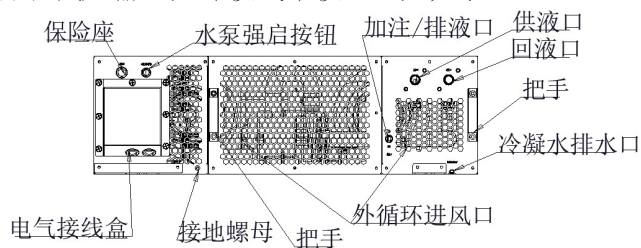

图 5-4 电气接口位置示意
2. 如图 5-4，分别连接液冷机组外接高压电源和低压输入，外接线束接口定义如表 5-1。